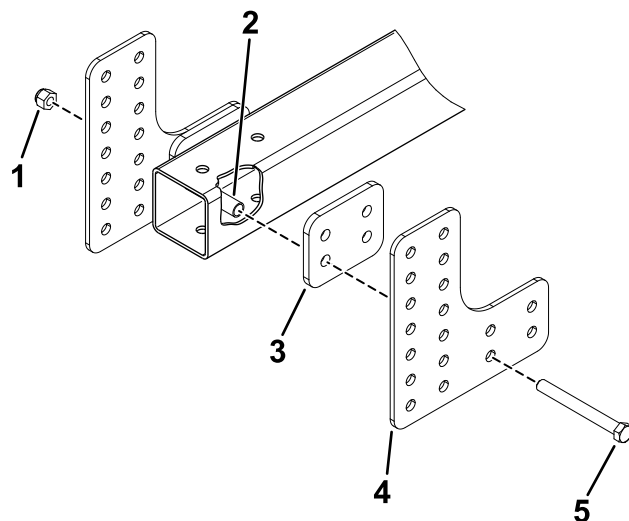

Figur 2
2. Anbring skabelonen på anhængertrækstangen, så den hviler på toppen og flugter med enden (Figur 2).
3. Brug skabelonen til at finde og markere placeringen af de 2 huller (Figur 2) på hver side af anhængertrækstangen.